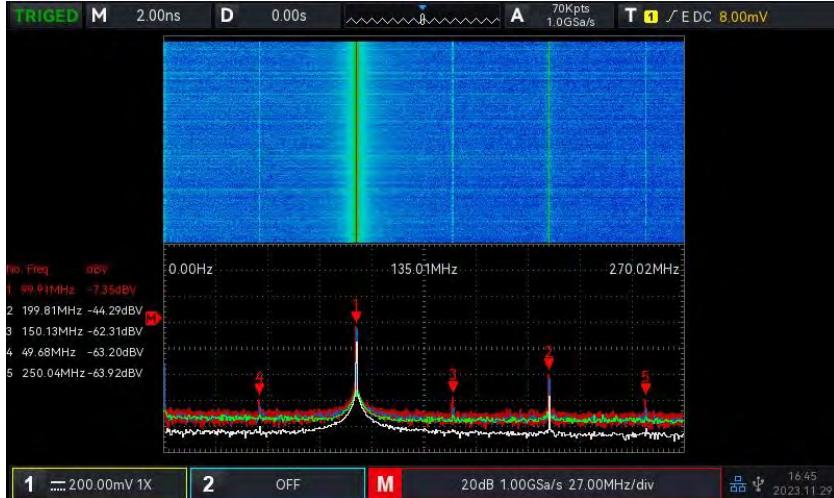

Figure 17-3
- e. Courbe en cascade 2 : Le spectre et la courbe en cascade sont affichés dans deux fenêtres. La courbe en cascade montre l'évolution temporelle de la valeur en dB dans le spectre. Elle dispose de la fonction "enregistrement". La courbe en cascade ne peut être sélectionnée que lorsque l'amélioration de la FFT est ouverte. L'enregistrement maximal est de 200 spectres correspondant à la courbe en cascade, comme le montre la figure 17-3. Sélection du segment : Le bouton rotatif multifonction permet de sélectionner un segment pour observer forme d'onde du spectre à un moment donné sur la courbe en cascade.